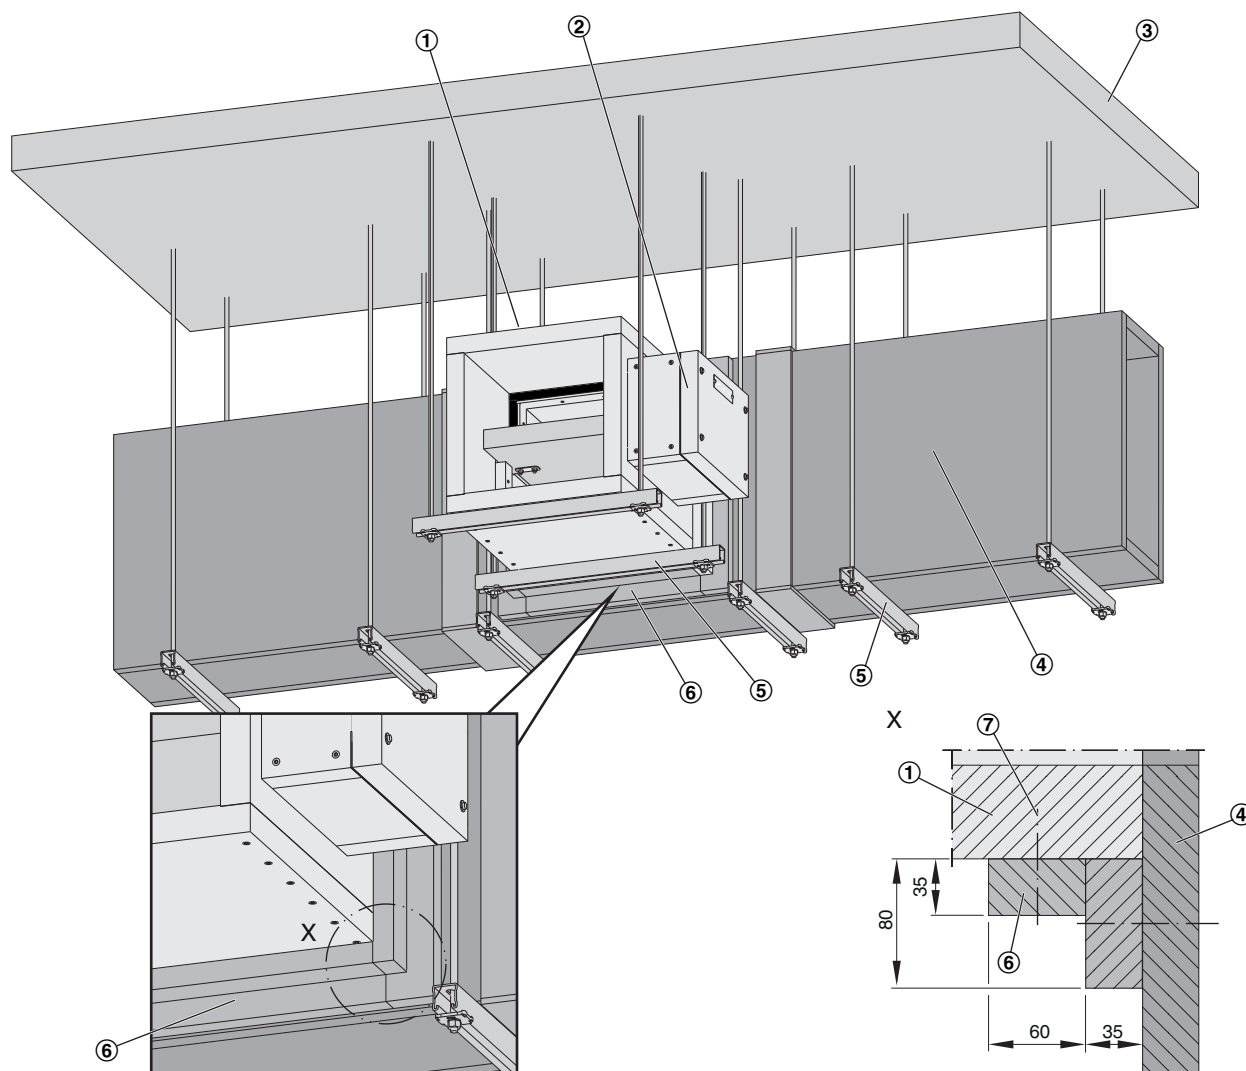

Fig. 10: Montage sur des gaines d'extraction de fumée horizontales résistantes au feu
3. ▶ Raccorder la gaine d'extraction de fumée résistante au feu au volet de désenfumage à l'aide d'un profilé (Voir la Fig. 10/6). Appliquer de la colle (par ex. K84, Promat ou similaire) sur les joints entre les profilés, entre les profilés et la gaine et entre les profilés et la virole, puis relier les profilés avec des agrafes en acier 63/11,2/1,53 mm, distance \leq 150 mm.